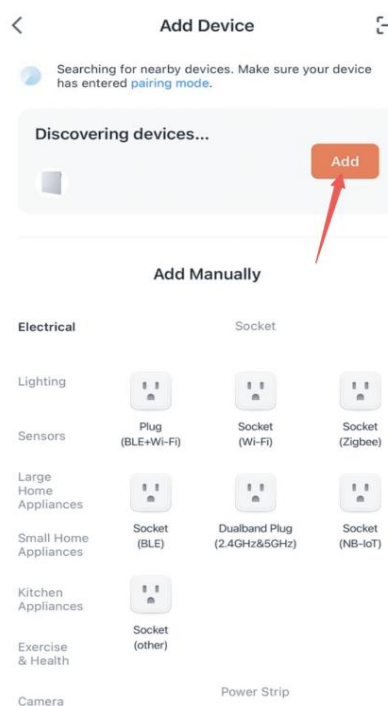

figura B-2
2. Successivamente fare clic su "Aggiungi" nella parte superiore dello schermo, come mostrato nella figura B-2.